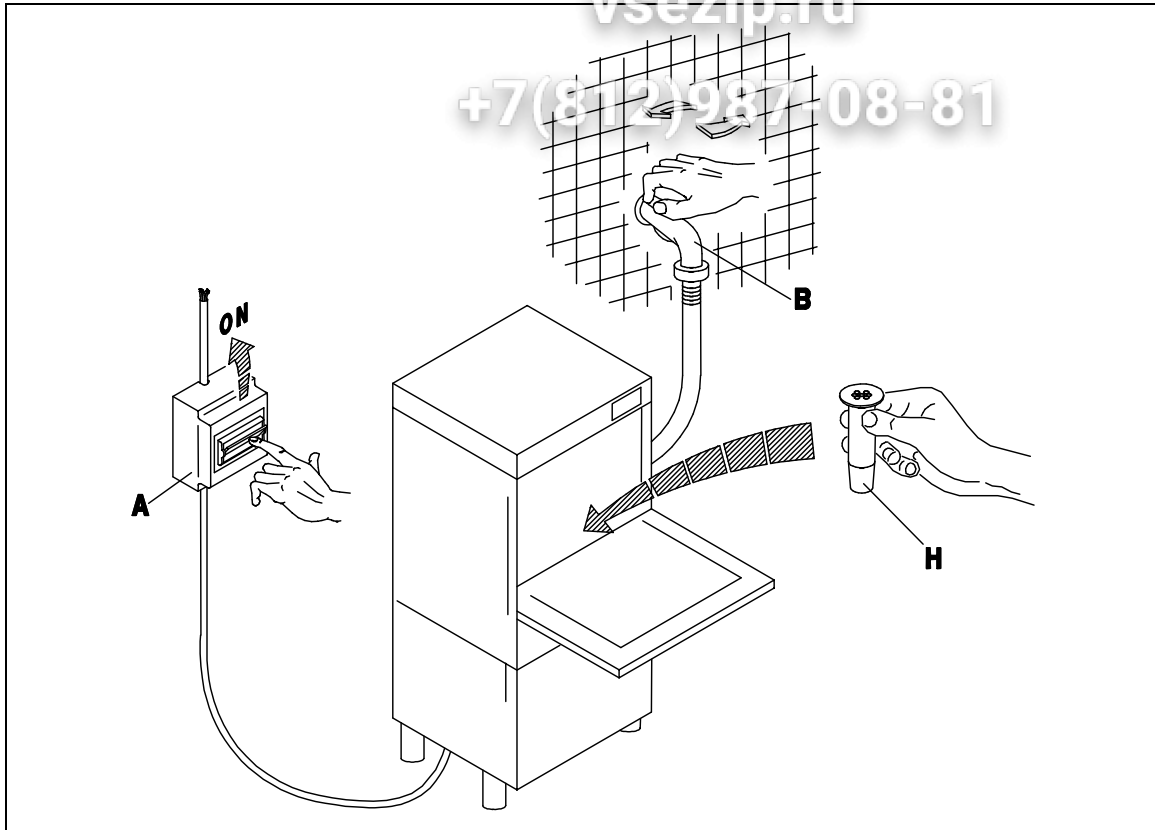

Fig. 3-1
- Aprire il rubinetto dell'acqua (B), inserire l'interruttore generale (A). Togliere il troppopieno e il pannello anteriore sottoporta, per poter accedere al termostato boiler. Attivare l'interruttore principale dell'apparecchio (1), ne conseguirà l'accensione della spia (A) evidenziando che la macchina è sottoposta a tensione. A porta chiusa il boiler si riempie d'acqua, quando l'acqua comincerà ad uscire dai bracci di risciacquo, aprire la porta, inserire il troppopieno, regolare la temperatura sul termostato boiler (temperatura consigliata 85°C), richiudere la porta. Avrà così inizio il riscaldamento dell'acqua del boiler, evidenziato dall'accensione della spia (D), al raggiungimento della temperatura impostata sul termostato boiler, spia (D) spenta, avrà inizio il riempimento della vasca. Il termine della fase di riempimento vasca sarà evidenziato dall'accensione della spia (E). Il tempo di riempimento della vasca è determinato dalla temperatura dell'acqua d'alimentazione e dalla temperatura impostata sul termostato boiler.
Quando la spia di riempimento vasca (E) sarà accesa e quella del boiler (D) sarà spenta, l'apparecchio sarà nelle condizioni ideali per iniziare il lavaggio. (fig. 3-1÷3-2)
- Turn on the water tap (B) and switch on the main switch (A). Take off the overflow pipe and the front panel under the door in order to reach the boiler thermostat. Switch on the appliance, switch (1), which will cause the warning light (A) to illuminate, indicating that the machine is live. When the door is closed the boiler fills with water, when the water starts coming out from the rinse arms, open the door, insert the overflow pipe, adjust the temperature on the boiler thermostat (recommended temperature 85°C) and close the door. The water in the boiler will start heating, indicated by the warning light (D) on. When the adjusted temperature on the thermostat is reached, warning light (D) off, the wash tank will start filling. The end of the tank filling will be indicated by the warning light (E) on. The time of the tank filling depends on the inlet water temperature and on the adjusted temperature on the boiler thermostat.
When the tank filling warning light (E) will be on and the boiler warning light (D) will be off, the appliance will be in the ideal conditions to start washing (fig. 3-1÷3-2).
- Öffnen Sie den Wasserhahn (B) und schalten Sie den Hauptschalter (A) ein. Das Überlaufrohr im Tank herausnehmen und die vordere Blende unter der Türe abnehmen um an den Thermostat zu gelangen.
Wenn die Anzeige (E) leuchtet und die Anzeige (D) erlöscht ist, dann ist die Maschine betriebsbereit und man kann den Spülgang starten (Abb. 3-1 bis 3-2).
- Ouvrir le robinet (B) et insérer l'interrupteur général (A). Enlever le tube trop-plein et le panneau frontal sous-porte pour pouvoir avoir accès au thermostat du boiler. Activer l'interrupteur général de l'appareil (1), le voyant (A) s'allumera, ce qui signifie que la machine est branchée. Avec la porte fermée le boiler se remplit d'eau, quand l'eau commencera sortir des bras de rinçage ouvrir la porte, insérer le tube trop-plein, régler la température sur le thermostat (température conseillée 85°C), fermer à nouveau la porte. L'eau du boiler commencera se chauffer, indiqué par l'allumage du voyant (D). Quand la température affichée sur le thermostat est atteinte, voyant (D) éteint, le remplissage de la cuve va commencer. La fin de la phase de remplissage de la cuve sera indiquée par l'allumage du voyant (E). Le temps de remplissage de la cuve est déterminé par la température de l'eau d'alimentation et par la température affichée sur le thermostat du boiler.
Quand le voyant du remplissage de la cuve (E) sera allumé et le voyant du boiler (D) sera éteint, l'appareil sera dans les conditions idéales pour commencer le lavage (fig. 3-1÷3-2)
- Abrir el grifo del agua (B), introducir el interruptor general (A). Quitar el desbordamiento y el panel delantero debajo de la puerta, para poder acceder al termostato caldera. Activar el conmutador principal del aparato (1), lo conseguirá el encendido del piloto (A) poniendo de relieve que la máquina está conectada a una tensión. A puerta cerrada la caldera se llena de agua, cuando el agua comenzará a salir de los brazos de aclarado, abrir la puerta, insertar el desbordamiento, regular la temperatura en el termostato caldera (temperatura recomendada 85°C), cerrar la puerta. Tendrá así comienzo el calentamiento del agua de la caldera, apuntado al encendido del piloto (D), al alcanzar la temperatura preestablecida en el termostato caldera, piloto (D) apagada, tendrá inicio el llenado de la cubeta. El plazo de la fase de llenado recipiente pondrá de manifiesto, encendido del piloto (E). El tiempo de llenado de la cubeta se determinará por la temperatura del agua de alimentación y de la temperatura establecida en el termostato caldera.
- ECO 50 – temperatura agua de alimentación 16°C, temperatura caldera 85°C, tiempo de carga 25 minutos.Quando el piloto de llenado cuba (E) será encendido y lo del caldera (D) será apagado, el aparato estará en las condiciones ideales para comenzar el lavado. (Fig. 3-1÷3-2)
- Aprire il rubinetto dell'acqua (B), inserire l'interruttore generale (A). Attivare l'interruttore principale dell'apparecchio (1), ne conseguirà l'accensione della spia (A) evidenziando che la macchina è sottoposta a tensione. A porta chiusa l'acqua del boiler comincerà a riscaldarsi, spia (D) accesa a raggiungerne la temperatura impostata sul termostato boiler, spia (D) spenta, avrà inizio il riempimento della vasca. Il termine della fase di riempimento vasca sarà evidenziato dall'accensione della spia (E). Il tempo di riempimento della vasca è determinato dalla temperatura dell'acqua d'alimentazione e dalla temperatura impostata sul termostato boiler:
- Turn on the water tap (B) and switch on the main switch (A). Switch on the appliance, switch (1), which will cause the warning light (A) to illuminate, indicating that the machine is live. When the door is closed the water in the boiler will start heating, indicated by the warning light (D) on. When the adjusted temperature on the thermostat is reached, warning light (D) off, the wash tank will start filling. The end of the tank filling will be indicated by the warning light (E) on. The time of the tank filling depends on the inlet water temperature and on the adjusted temperature on the boiler thermostat.
- Öffnen Sie den Wasserhahn (B) und schalten Sie den Hauptschalter (A) ein. Den Hauptschalter (1) betätigen, folglich wird die Anzeige (A) aufleuchten. Daran erkennen Sie, daß die Maschine unter Spannung steht. Bei geschlossener Tür beginnt nun die Erhitzung des Wassers im Boiler, Anzeige (D) leuchtet auf. Wenn die eingestellte Boilerteremperatur erreicht ist, erlöscht die Anzeige (D) und es beginnt die Wasserfüllung des Tanks. Sobald dieser mit Wasser befüllt ist wird die Anzeige (E) aufleuchten. Die Dauer der Befüllung des Tanks hängt von der Temperatur des Anschlusswassers und von der eingestellten Boilerterperatur ab.
Wenn die Anzeige (E) leuchtet und die Anzeige vom Boiler (D) erlöscht ist, dann ist die Maschine betriebsbereit und man kann den Spülgang starten (Abb. 3-1 bis 3-2).
- Ouvrir le robinet (B) et insérer l'interrupteur général (A). Activer l'interrupteur général de l'appareil (1), le voyant (A) s'allumera, ce qui signifie que la machine est branchée. Avec la porte fermée l'eau du boiler commencera se chauffer, indiqué par l'allumage du voyant (D). Quand la température affichée sur le thermostat est atteinte, voyant (D) éteint, le remplissage de la cuve va commencer. La fin de la phase de remplissage de la cuve sera indiquée par l'allumage du voyant (E). Le temps de remplissage de la cuve est déterminé par la température de l'eau d'alimentation et par la température affichée sur le thermostat du boiler.
- Abrir el grifo del agua (B), introducir el interruptor general (A). Activar el conmutador principal del aparato (1), lo conseguirá el encendido del piloto (A) poniendo de relieve que la máquina está sometida a una tensión. A puerta cerrada el agua de la caldera comenzará a calentarse, piloto (D) encendido, al alcanzar la temperatura preestablecida en el termostato caldera, piloto (D) apagado, tendrá inicio el llenado de la cubeta. El plazo de la fase de llenado cuba pondrá de manifiesto, encendido del piloto (E). El tiempo de llenado de la cubeta se determinará por la temperatura del agua de alimentación y la temperatura preestablecida en el termostato caldera:
Cuando el piloto de llenado Cuba (E) será encendido y la de la caldera (D) será apagado, el aparato estará en las condiciones ideales para comenzar el lavado. (Fig. 3-1÷3-2)